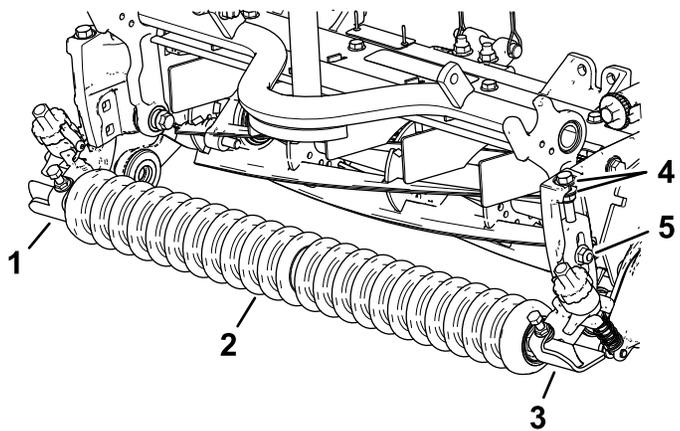

Figura 10
- Instale provisionalmente los conjuntos izquierdo y derecho de los soportes de altura de corte y el conjunto del rodillo delantero en las chapas laterales de la unidad de corte, con los pernos de cuello cuadrado que retiró anteriormente (Figura 10).